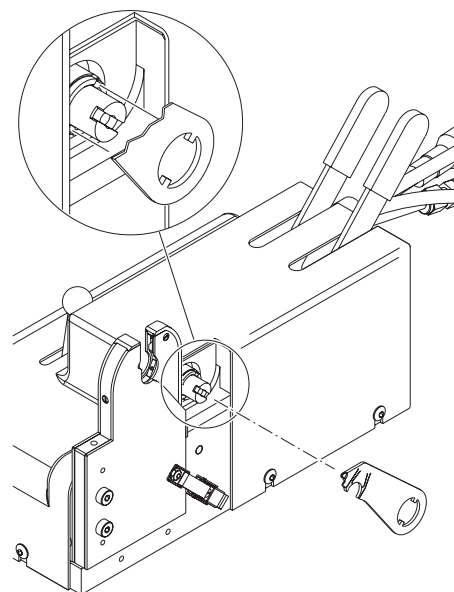

Figure 36 キー付き内側クランプを溝付きシャフトに合わせる
6. 可動型サイド・プレートのキー付き内側プレートをシャフトの溝に合わせます。Fig.36 をご参照ください。